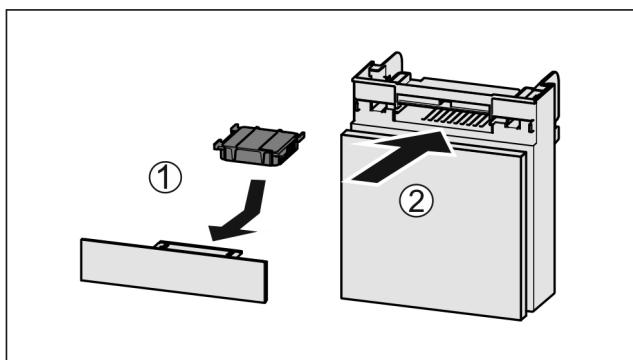

Fig. 70
- Aktivni ogleni filter vstavite Fig. 70 (1) skladno s prikazom na sliki.
- Predal potisnite noter Fig. 70 (2).